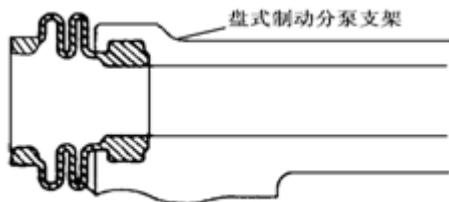

图 3—25
- (1) 拆下2片带消音垫的摩擦片。
- (2) 从每块片上拆下1号和2号消音垫片。
- 7) 拆卸后盘导向销防尘套。从后盘式制动分泵支架上拆下2个防尘套，如图3—25所示。